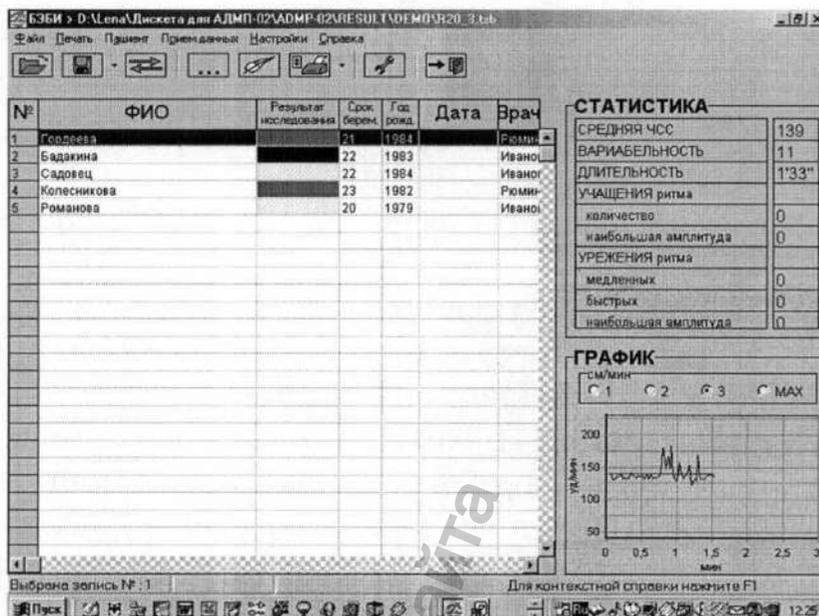

Рисунок 1 – Главное окно (табличная форма)
- «Переключить вариант просмотра» (кнопка ) , при выборе которого табличная форма представления данных (см. рисунок 1) заменяется протоколом исследования, указанным на рисунке 2 (для обратного перехода служит кнопка );